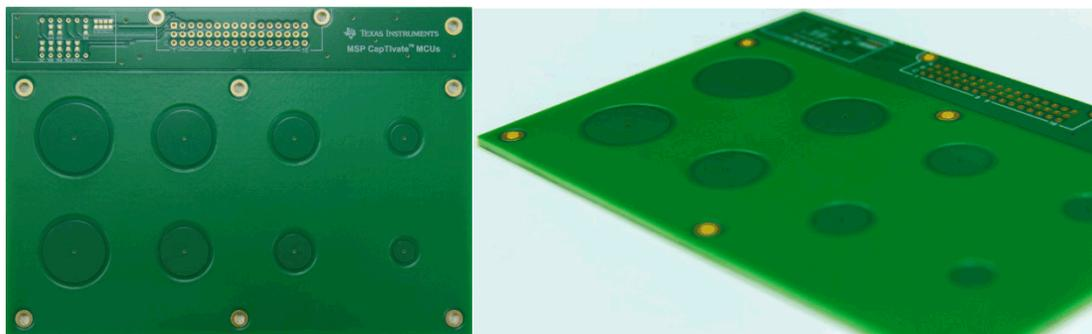

図 17. PCBにスペーサーを実装
3. スペーサーをPCBと一体化し、PCB製造時にプリプレグとして形成 (図 17を参照)